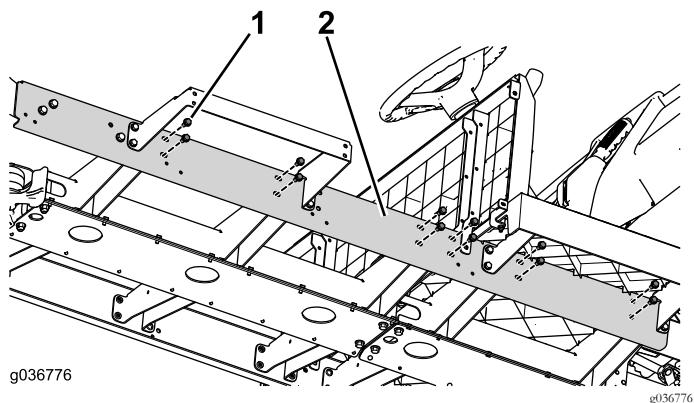

**Bild 79**
2. Befestigen Sie die untere Platte mit den zwei Schrauben ( $\frac{3}{8}$ " x  $\frac{3}{4}"), den 16 Schrauben ( $\frac{1}{4}$ " x  $\frac{1}{2}") und zwei Bundmuttern ( $\frac{3}{8}$ ") lose am mittleren Kanal (Bild 79).$$